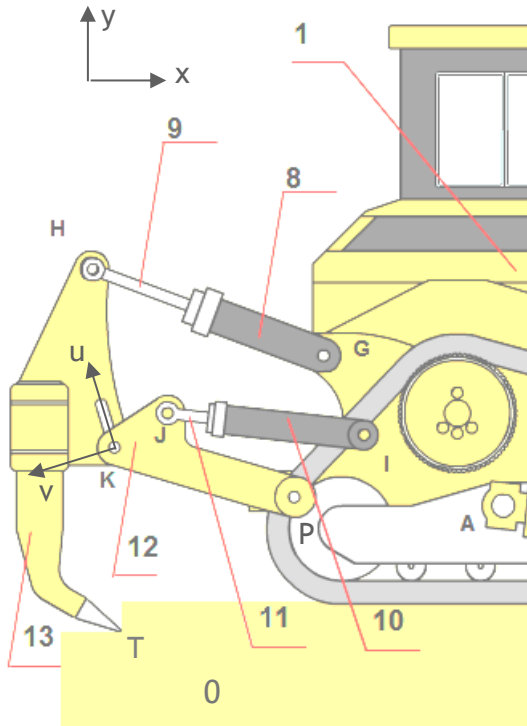

Figure 7
Question 2 : En appliquant le PFS à l'ensemble (13), déterminer graphiquement l'ensemble des actions mécaniques agissant sur la griffe (13) : les tracés seront effectués sur la figure 7 de la page 4. Donner l'intensité de chaque force.